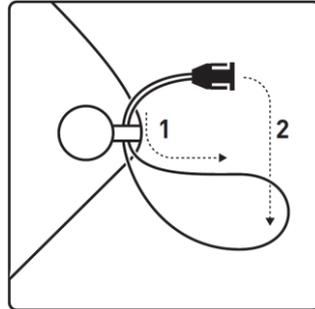

Abb. 13 Anbringen des Tragebandes
Befestigen Sie die beiden Schlaufen des Tragebandes jeweils an den Befestigungs-Ösen (1) des Geräts und verbinden Sie das Trageband mit den Einstellungs-Clips (2). Stellen Sie die korrekte Länge des Tragebandes entsprechend Ihren Bedürfnissen ein (Abb. 13).